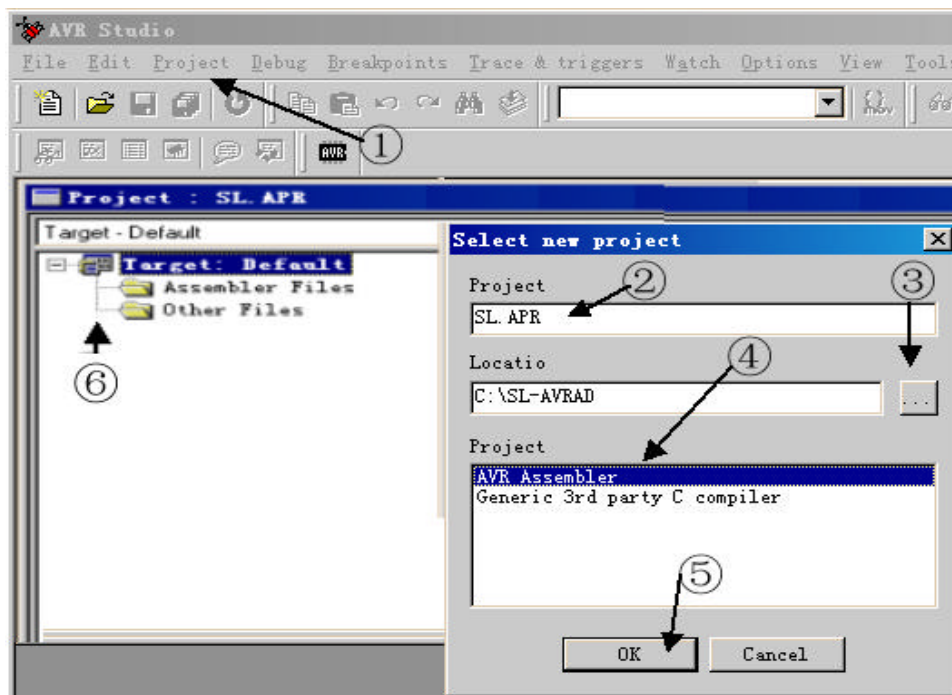

图 9
输入,例:SL.APR工程项目(.APR也可缺省,则默认为.APR); ③选择存放工程项目路径; ④用鼠标选中AVR Assembler汇编; ⑤再键OK; ⑥即自动新建工程项目, 图 9。